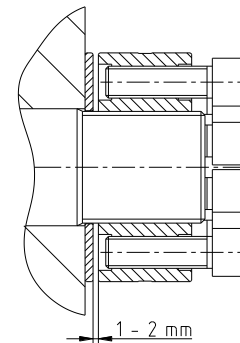

Bild 5:
- Drehen Sie danach die Mutter (Bauteil 1.1) zurück, bis ein Spalt von 1 – 2 mm vorhanden ist (Bild 5).